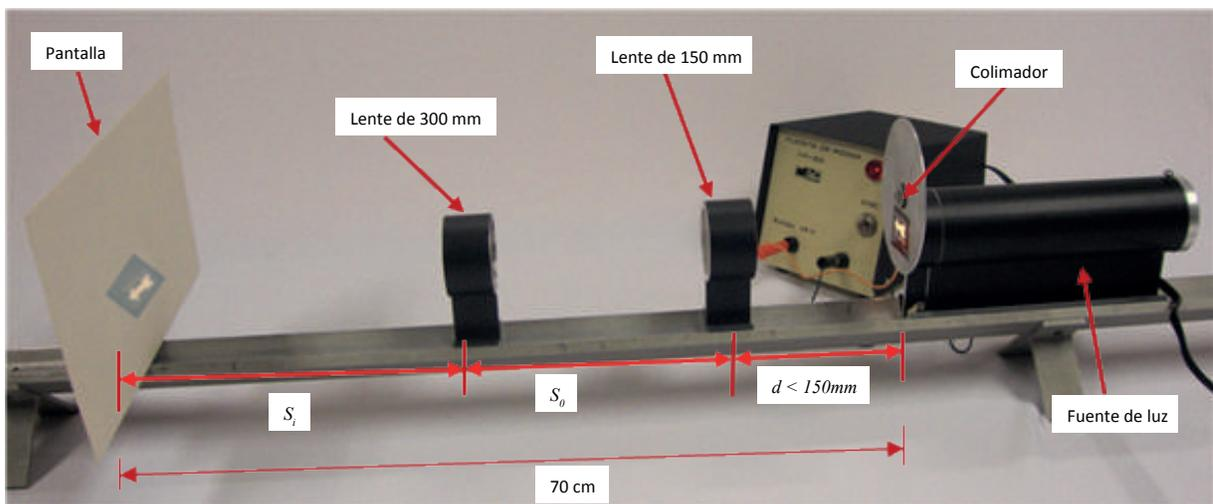

Figura 4.13. Lentes convergentes compuestas
m) Arme el dispositivo de la figura 4.13, coloque la fuente de luz blanca sobre el riel, enseguida el colimador con la figura de la flecha (objeto). Coloque la pantalla a 70 cm del colimador.